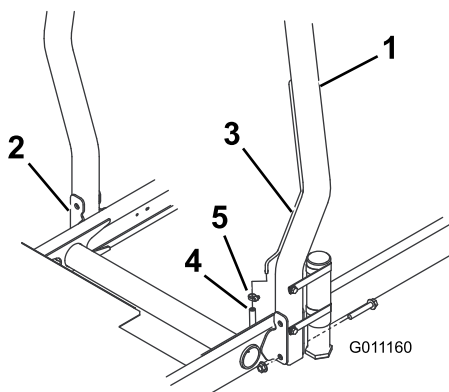

Figura 12
1. Baixe o arco de segurança até aos suportes de montagem da unidade de tracção, alinhando os furos de montagem. Certifique-se de que o tubo de ventilação no arco de segurança fica do lado esquerdo da máquina (Figura 12).
- Fixe cada lado do arco de segurança aos suportes de montagem com 2 parafusos de cabeça flangeada e porcas de bloqueio (Figura 12). Aperte os parafusos com 81 Nm.